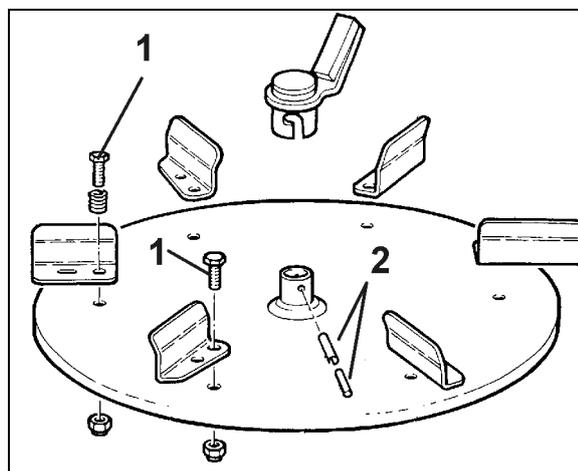

Fig. 27
2. Schrauben (Fig. 27/1) lösen und Streuschaufel auswechseln.
1. Spannstift (Fig. 27/2) aus dem Rührkopf entfernen.